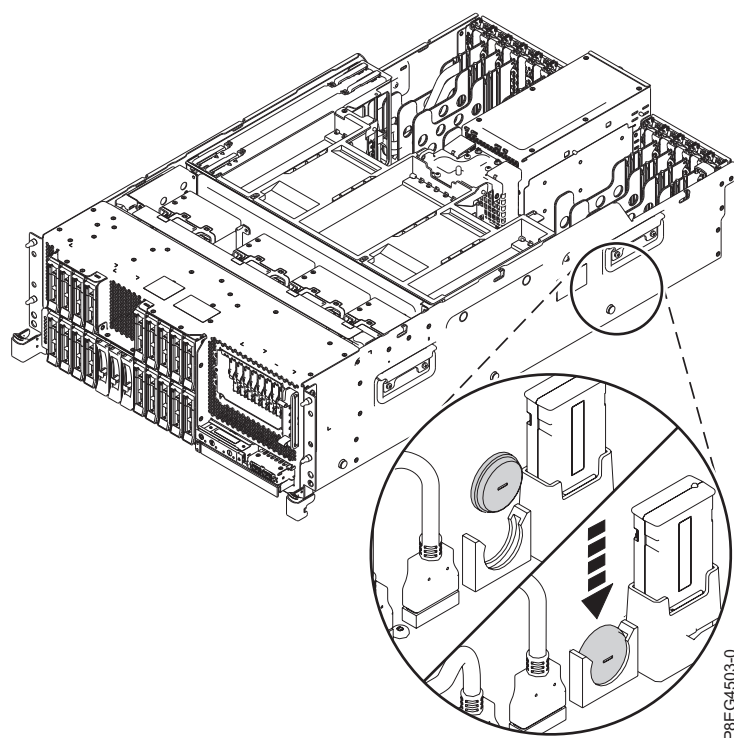

Figura 2. Inserir a pilha do relógio
2. Insira a pilha do relógio na ranhura do painel posterior do sistema, conforme demonstrado na Figura 2 na página 5. Certifique-se de que insere a pilha com a polaridade correcta conforme registado durante a remoção da pilha.